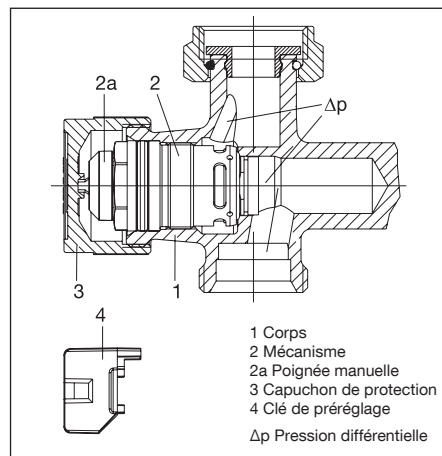

Fig. 5 Configuration du robinet thermostatique
Le débit maximal peut être réglé à l'aide de la clé de préréglage (pos. 4, fig. 5) (voir paragraphe 7.3).
Avec l'appareil de mesure raccordé, la pression différentielle disponible au corps de robinet est mesurée. Pour ce faire, dévisser le mécanisme (pos. 2, fig. 5) à l'aide du «Demo-Bloc» et effectuer une mesure avec la tige pour mesurer la pression différentielle. Dès que la pression différentielle mesurée atteint un niveau supérieur ou égal à la pression différentielle  $\Delta p_{min}$  (voir 4.1), elle est assez élevée pour permettre la régulation automatique du débit par le robinet.
Procéder au préréglage selon la valeur souhaitée à l'aide de la clé de préréglage (pos. 4, fig. 5). Le préréglage ne peut être effectué qu'à l'aide de la clé de préréglage fournie qui est montée sur la poignée manuelle (pos. 2a, fig. 5). Cela évite tout risque de dérèglage de la valeur réglée par des personnes non autorisées.